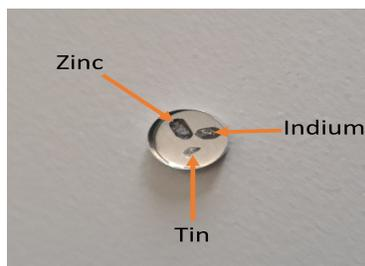

Figure 1: creuset et échantillons étalons
2. disposez les dans le creuset. Les échantillons ne doivent pas toucher les bords et se toucher entre eux.(cf figure 1);